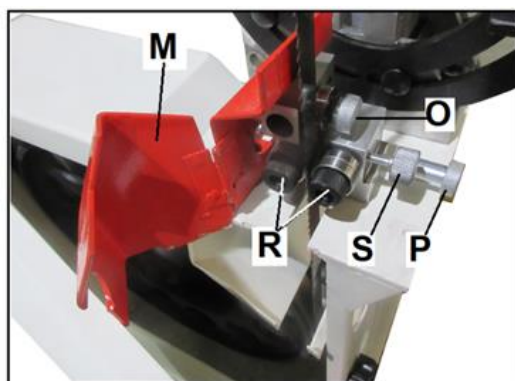

Рис. 11
5. Сдвиньте направляющую стойку целиком так, чтобы направляющие подшипники находились на 0,4 мм позади впадин зубьев ленточного полотна (изогнутая область у основания зубьев). См. рис. 11.
См. рис. 11.
2. Откройте нижнюю дверцу и поверните нижнее ограждение (M, Рис. 11) в сторону.